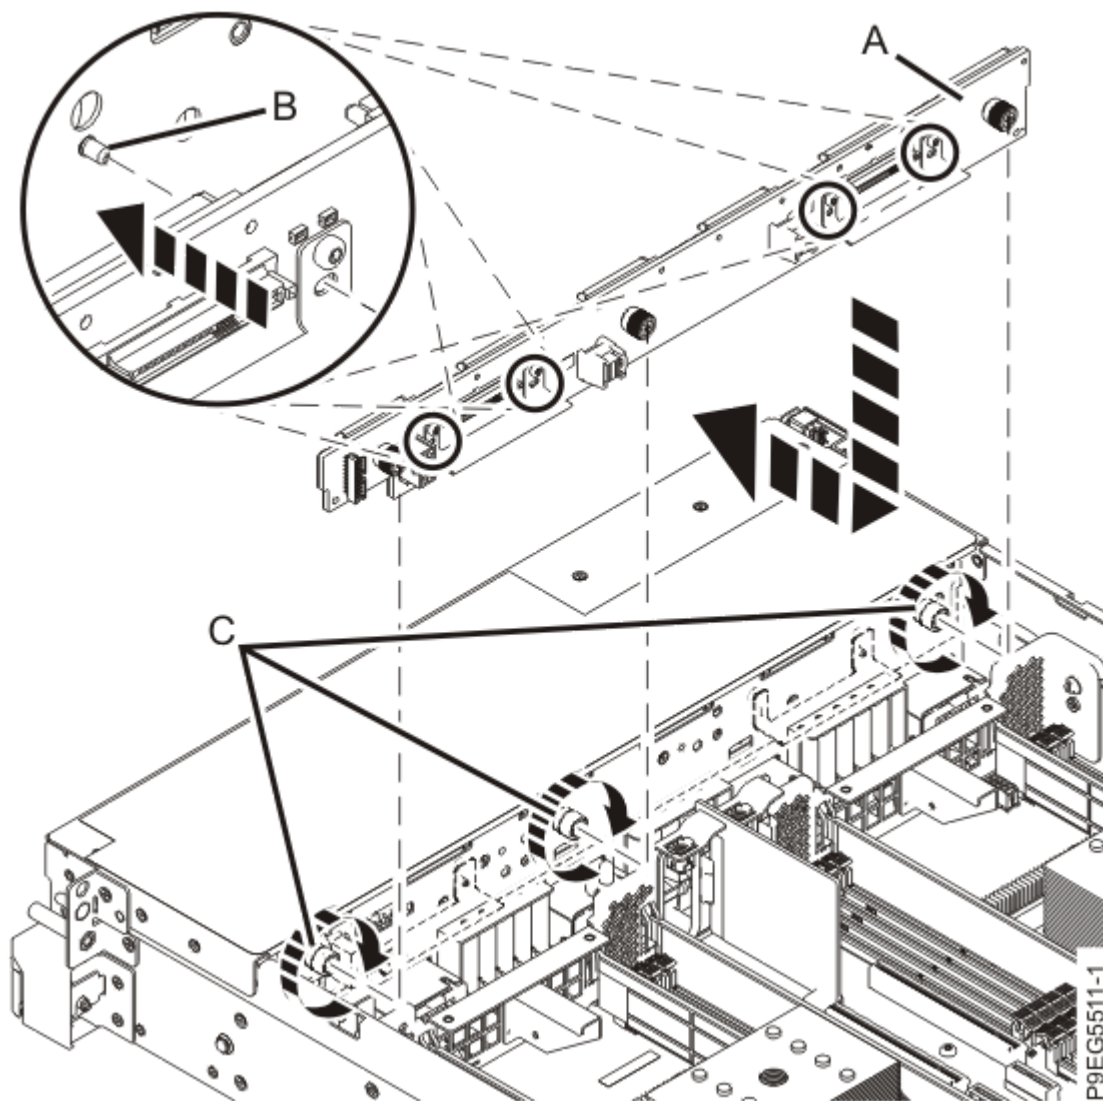

図 14. ディスク・ドライブ・バックプレーンの再取り付け
2. シャーシには、ディスク・ドライブ・バックプレーン (A) を固定するための 4 本の位置合わせピン (B) があります。16 ページの図 14 に示すようにディスク・ドライブ・バックプレーンを挿入し、位置合わせピンがディスク・ドライブ・バックプレーンの穴に収まるようにします。
3. 3本の拘束つまみねじ **(C)** をそれぞれ慎重に締めて、ディスク・ドライブ・バックプレーンをシステム・シャーシに固定します (16 ページの図 14 を参照)。